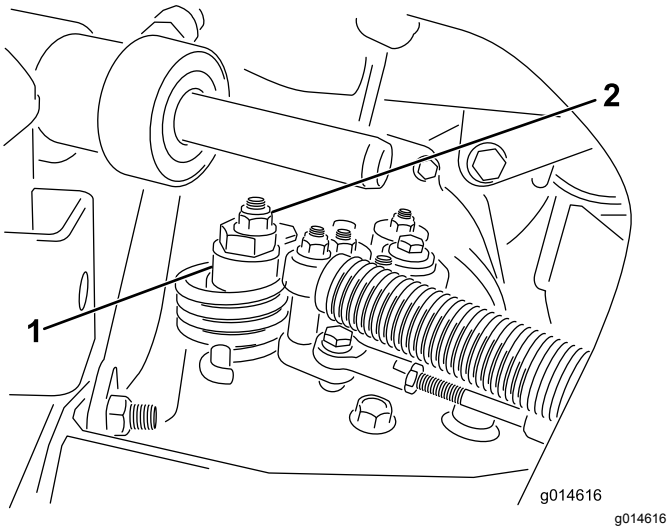

Рисунок 47
A. Ослабьте гайку крепления эксцентрика к верхней части гидростата (Рисунок 47).
- С. Поворачивайте эксцентрик до тех пор, пока не прекратится медленное вращение колеса в любом направлении. Когда колесо перестанет вращаться, затяните гайку, которая фиксирует эксцентрик и регулировку (Рисунок 47). Проверьте регулировку в положениях дроссельной заслонки Slow («Медленно») и Fast («Быстро»).